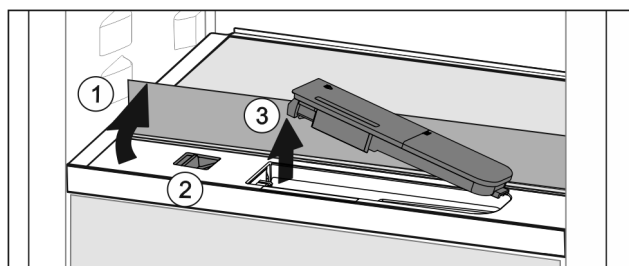

Fig. 56
- ▶ 抬起玻璃隔板，将其向后翻转至止挡 Fig. 56 (1)。
- ▶ 向左推滑块 Fig. 56 (2)。
- ▶ 取出水箱 Fig. 56 (3)。